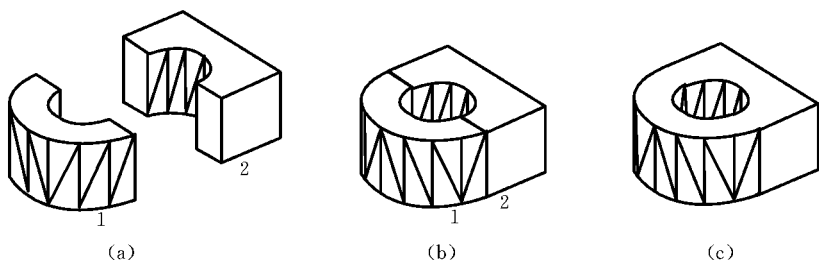

图 11.23 “并集”组合实体示例
【例 11.8】如图 11.23(a)所示,有两个实体零件,将其“移动”到一起,如图 11.23(b)所示;再使用“并集”命令,结果如图 11.23(c)所示。
//(3) 将实体 1 移向实体 2,如图 11.23(b)
//(4) 使用“并集”命令,组合实体 1 和实体 2,消隐结果如图 11.23(c)
【例 11.9】如图 11.25(a)所示,有两个实体零件,一个是直径为 80 的圆柱体,另一个是直径为 200 的球体,使用“交集”命令,结果生成一个两端是球体的圆柱体,如图 11.23(b)所示。